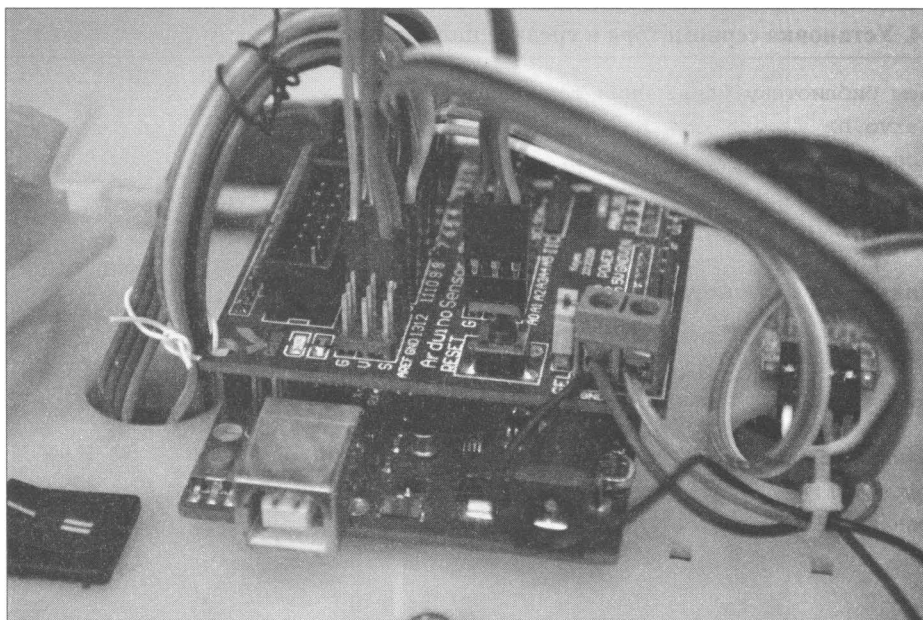

Рис. 10.9. Подключение проводов датчика HC-SR04 к плате Arduino Sensor Shield v5.0
8. Подключим провода ультразвукового дальномера к плате Arduino (рис. 10.9).